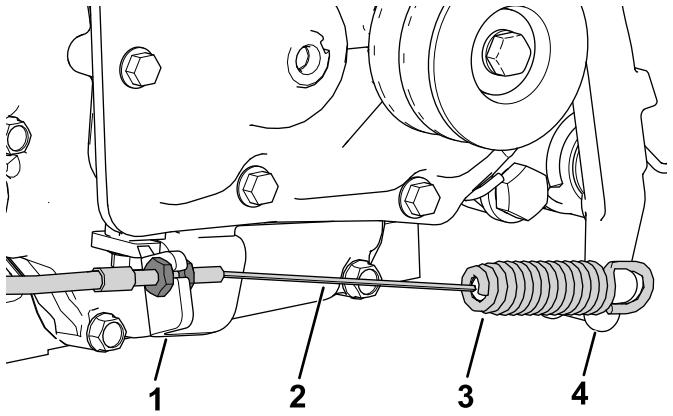

Figura 6
6. Instale el cable del embrague en el disco del embrague (Figura 6).
11. Conecte el extremo del muelle del cable del embrague en la palanca del embrague (Figura 6).